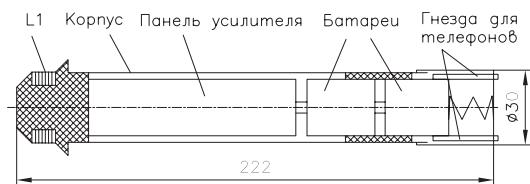

Рис. 1.27. Приемное устройство прибора
*Второй прибор* более сложен. Он позволяет значительно сократить время на устранение неисправностей в системах электрорадиоэлектронного оборудования. Прибор состоит из генератора, вырабатывающего синусоидальное напряжение частотой 800 Гц, и приемного устройства цилиндрической формы (рис. 1.27).